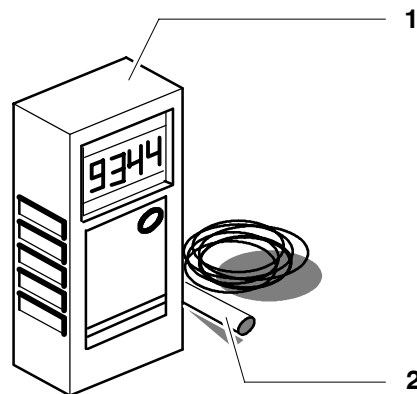

Fig. 112 Appareil de mesure de la tension de la courroie dentée
- (2) Mettre l'appareil de mesure de la tension de la courroie dentée (Fig. 112/1) en service.
- (3) Faire vibrer la courroie dentée et tenir le capteur (2) à environ 2 à 3 mm de la courroie qui vibre. Lire le résultat de la mesure sur l'appareil de mesure de la tension de la courroie dentée.
- (4) Répéter trois fois la mesure.